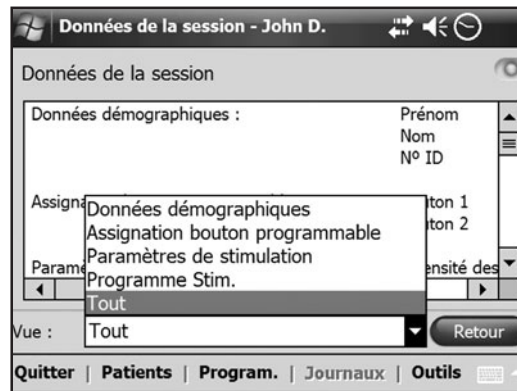

Figure 8-39 : Fenêtre Détails de la session.
4. La fenêtre des détails de la session s'ouvre, montrant les détails enregistrés pour cette session. Reportez-vous à la Figure 8-39.